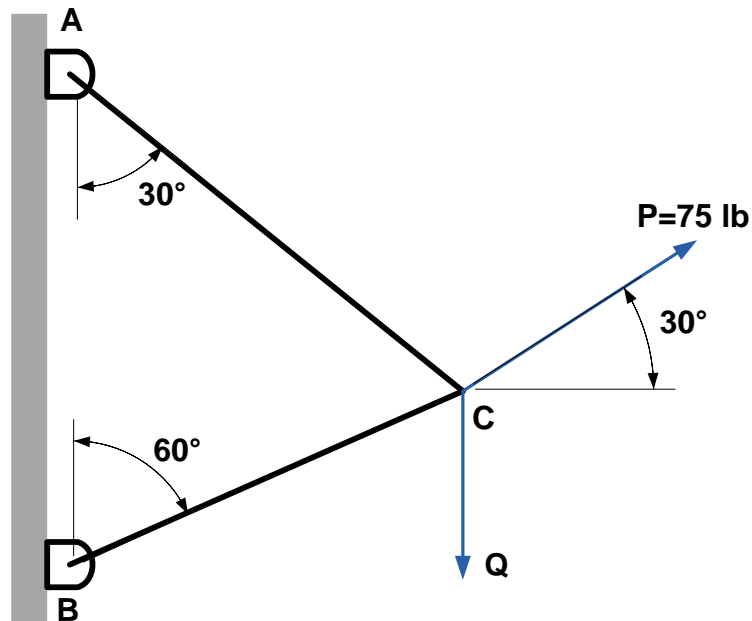

Figura 1.
1. En C se amarran dos cables y se cargan como se muestra en la figura 1. Determine el rango de valores de Q para los cuales la tensión no será mayor que 60 lb en cualquiera de los cables.